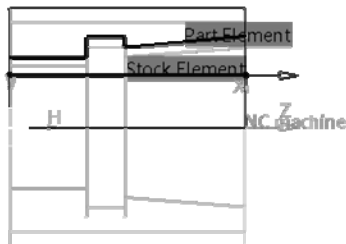

图 6-110 定义毛坯边界（4）
- 定义毛坯边界（4）。单击对话框中的毛坯边界感应区，选择如图 6-110 所示的曲线作为毛坯边界，在空白处双击鼠标左键返回。